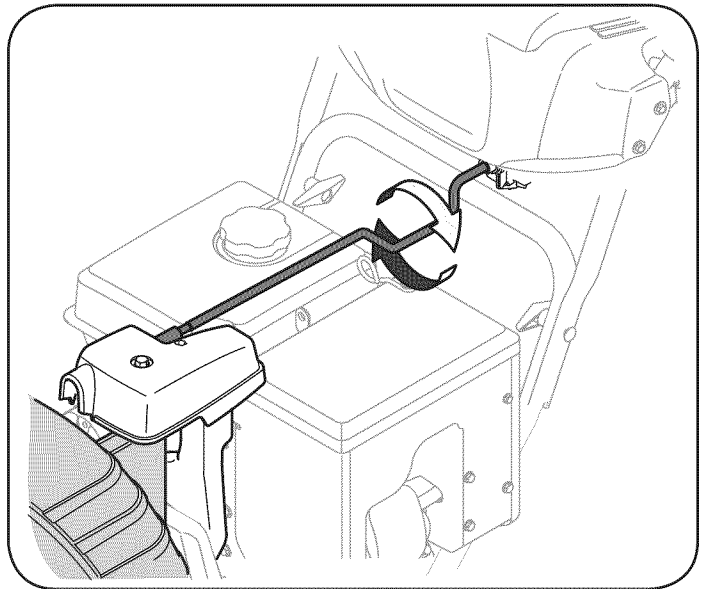

Figura 18
4. Agarre la parte dentada de la barra de control tolva y girar manualmente el conjunto de la canaleta hacia la derecha o hacia la izquierda. Ver la Figura 18.